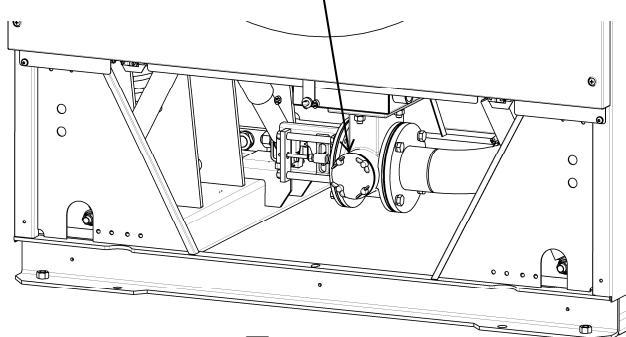

図8-15
- 前面下部カバーを外します。(図8-15)
- 前面に⑪掃除口フタが見えます。